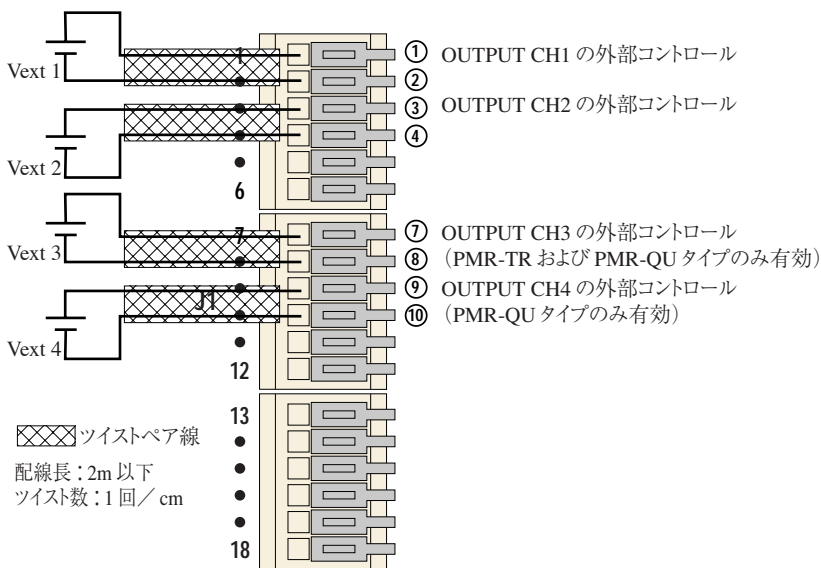

図 4-6 外部電圧源 (Vext) の接続 1
4. Vext を外部コントロールしたい出力の制御端子に図 4-6 のように接続します。
9. J1 端子台の 7 と 8 端子に外部電圧源 (Vext 3) を接続します。図 4-6 を参照してください。